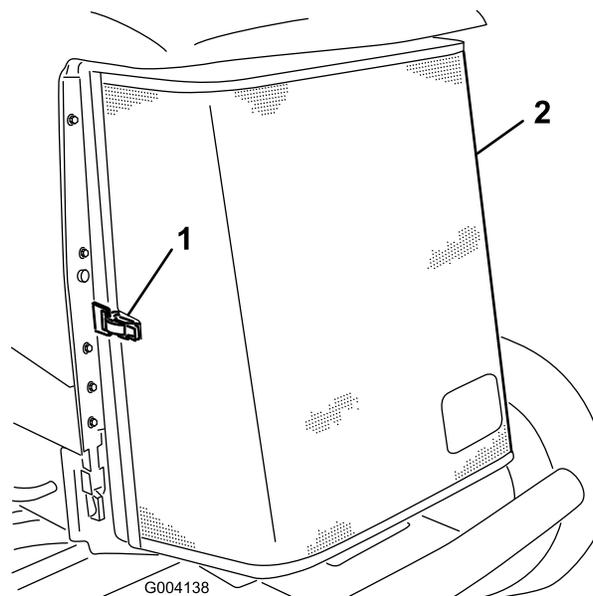

Figura 72
3. Desenganche y abra la rejilla trasera (Figura 72).